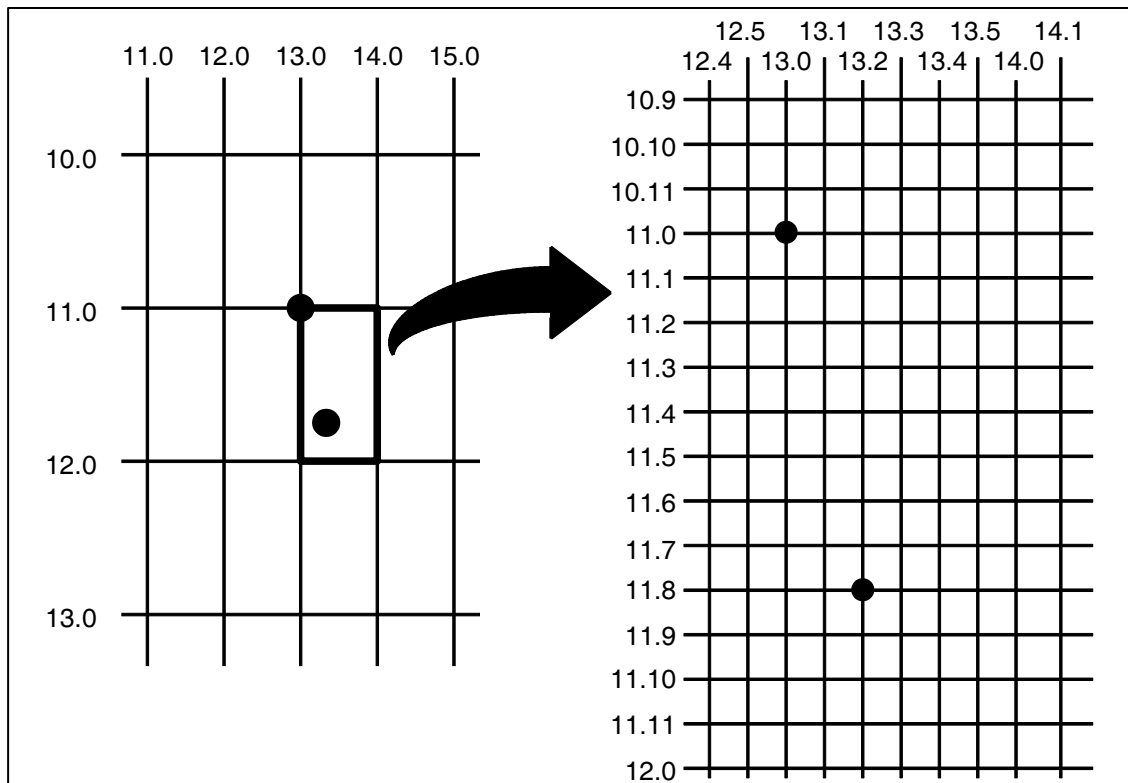

图 2. CP.DP 格式示例
每个字符位置都是一个单元。每个单元都是高 12 点（行）宽 6 点（列）的网格（打印为 61pi 和 101pi）。使用 CP.DP 格式可以指定字符单元位置 (CP) 和特定点在单元内的位置 (DP)，如图 2 所示。CP.DP 格式的 DP 部分在字符单元中指定点位置的方式是从上到下（针对行）和从左到右（针对列）。
具体示例，请参阅图 2。假定沿字符位置第 13 列 (CP = 13) 有一条直线。同时，有一字母数字字符串必须从第 13 列开始。使用 CP.DP 格式，字母数字字符串可以从第 13 列上偏置 2 个点的位置 (DP = .2) 开始，以避免重叠。指定字母数字字符串的开始列为 13.2 (CP = 13, DP = .2)。类似地，若字符行第 11 行处有一条水平线，要在其下方 8 点处放置另一条水平线，需要将一条线位置指定为 11 行，另一条线位置指定为 11.8 行。